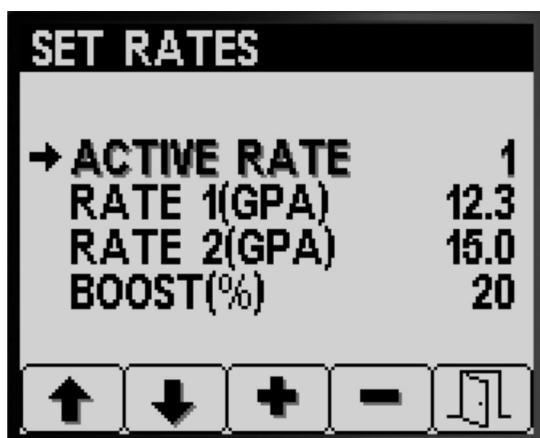

Рисунок 5
1. Нажмите кнопку 1 или 2, чтобы перейти к пункту ACTIVE RATE (ФАКТИЧЕСКАЯ НОРМА ВНЕСЕНИЯ) (Рисунок 5).
2. Нажмите кнопку 4 для выбора позиции ACTIVE RATE (ФАКТИЧЕСКАЯ НОРМА ВНЕСЕНИЯ) (Рисунок 5).
3. Нажимайте кнопки 3 или 4 для установки запрограммированной фактической нормы внесения на значение RATE 1 (НОРМА ВНЕСЕНИЯ 1) или RATE 2 (НОРМА ВНЕСЕНИЯ 2) (Рисунок 5).